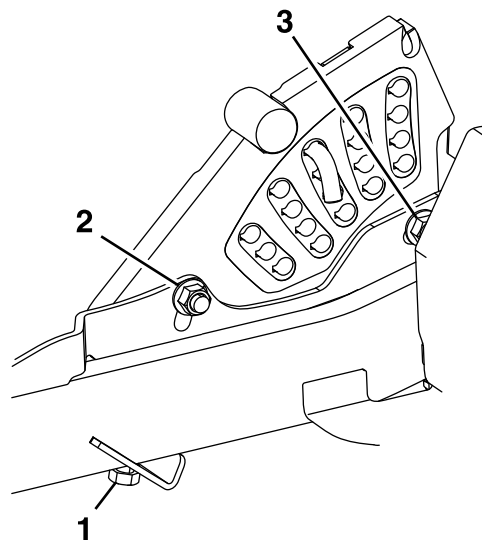

**Figura 83**
11. Si las 4 tuercas de ajuste de la carcasa no permiten lograr una altura de corte exacta con la inclinación necesaria, puede ajustar el sistema de ajuste de un solo punto (Figura 83).
12. Para ajustar el sistema de un solo punto, primero afloje los pernos de montaje delantero y trasero de la placa de altura de corte (Figura 83).
14. Apriete los 2 pernos en el borde inferior de la placa de ajuste de la altura de corte (Figura 83).